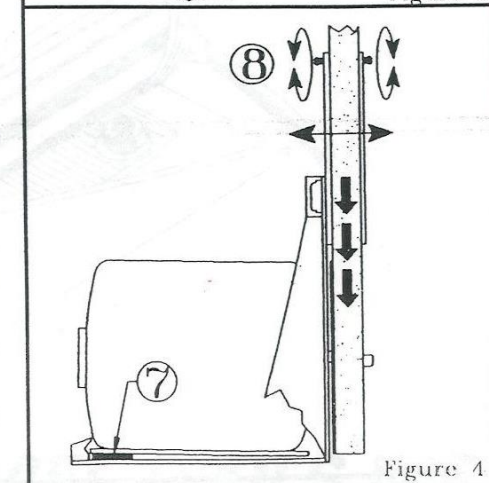

Figure 4
- 7-Mettre en marche. Si la courroie ne tombe pas exactement sur le sabot, il est possible de corriger avec des cales (Fig.4 (7)) (rondelles, pièces de carton...) sous le moteur. Une cale à l'arrière du moteur déplacera la courroie vers la gauche, une cale à l'avant déplacera la courroie vers la droite.
- 8-Pour un ajustement précis de la courroie sur le sabot utiliser les vis (Fig.4 (8)) pour déplacer la fourchette latéralement.
- 7-If after having started the motor, the belt is not centered right on the platen, it is possible to adjust it by putting shims (Fig.4 (7)) (small pieces of cardboard, washers...) under the motor. A shim at the back will make the belt go left, a shim at the front will make it go right.
- 8-To fine adjust the belt on the platen use the screws (Fig.4 (8)) to move laterally the wheel mount.